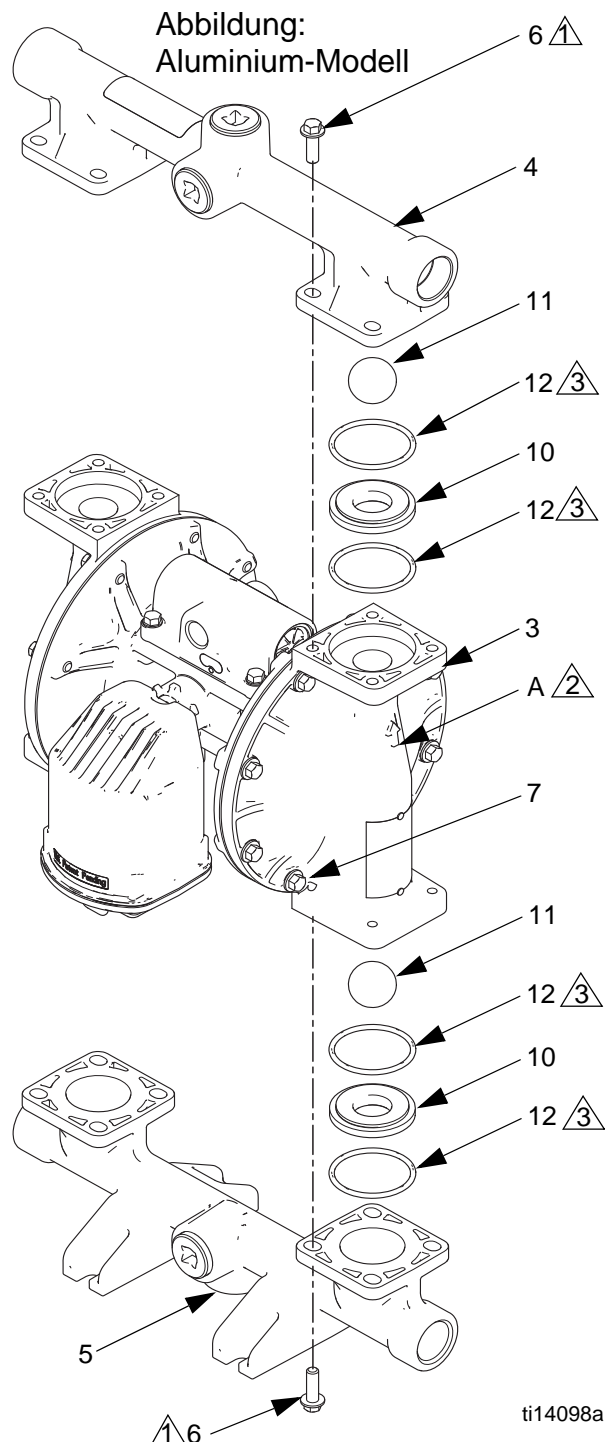

ABB. 7. Kugelrückschlagventil-Baugruppe
3. Die Halterungen (6) der Auslassverteiler mit einem 10mm-Schraubenschlüssel ausbauen. Siehe ABB. 7.
4. O-Ringe (12, *nicht bei allen Modellen verwendet*), Sitze (10) und Kugeln (11) abnehmen.
5. Pumpe umdrehen und Einlassverteiler abnehmen. O-Ringe (12, *nicht bei allen Modellen verwendet*), Sitze (10) und Kugeln (11) abnehmen.
2. In umgekehrter Reihenfolge wieder zusammenbauen und dabei alle Hinweise in ABB. 7 befolgen. Darauf achten, dass die Kugelventile (10-12) und Verteiler (4, 5) **genauso** zusammengebaut werden wie abgebildet. Die Pfeile (A) auf den Materialabdeckungen **müssen** zum Auslassverteiler (4) zeigen.
- Pfeil (A) muss zum Auslassverteiler zeigen.